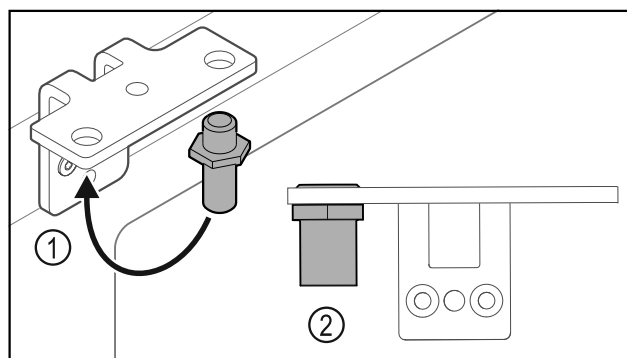

Fig. 24
- Flyt bolten Fig. 24 (1) i hængselvinklen.
- Spænd bolten Fig. 24 (2) med et **drejemoment på 12 Nm**.